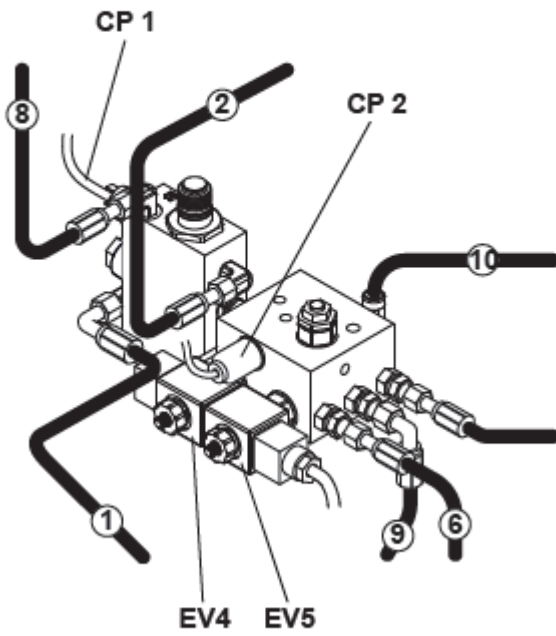

Fig. 14
- Anslut kablarna i styrenheten till magnetventiler EV4-EV5, till tryckmätarna CP1, CP2 (fig. 14).